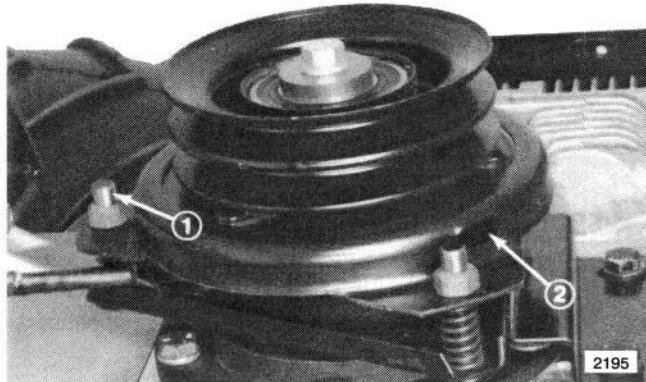

Figure 30
2. Pour régler l'embrayage, serrer ou desserrer les contre-écrous des goujons de bride (Fig. 30).